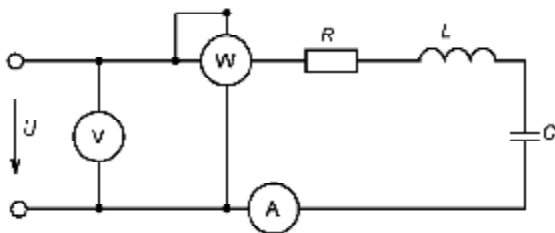

Рисунок 4.1
**Пример 2.** Цепь (рис. 4.1), элементы которой имеют параметры  $R = 40 \text{ Ом}$ ,  $L = 31,2 \text{ мГн}$  и  $C = 146 \text{ мкФ}$ , подключена к источнику не-синусоидального напряжения  $u = 25 + 100 \sin(\omega t + 45^\circ) + 50 \sin(3\omega t - 30^\circ)$  с частотой первой гармоники  $f_1 = 50 \text{ Гц}$ . Определить показания приборов, указанных на схеме. Записать аналитическое выражение несинусоидального тока в цепи.